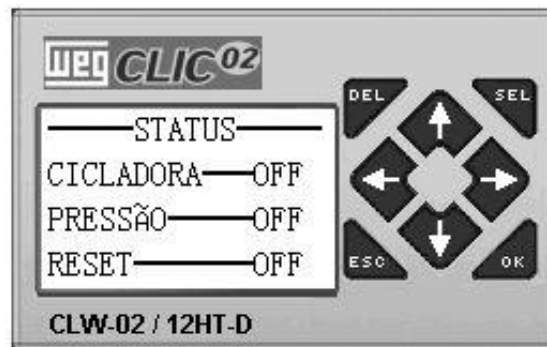

Figura 9 - Tela 06 – Tela que mostra o status da Cicladora
Na Figura 9 é apresentada a Tela 06 que apresenta o status da Cicladora Mecânica. Nesta tela temos a Indicação de CICLADORA ligada (ON) ou DESLIGADA (OFF), a indicação de PRESSÃO que verifica se existe pressão suficiente para o equipamento operar e a indicação de RESET.